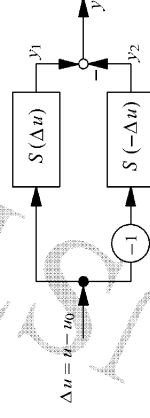

Bild 1: Parallelschaltung zweier Messwertnehmer: Differenzmethode
- In Bild 1 ist Struktur der Schaltung für die Differenzmethode abgebildet.